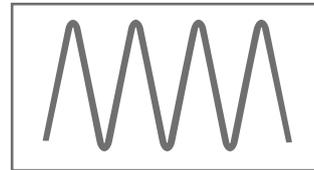

Fig. 5
- Riempire a zig-zag l'area interna del pannello ed assicurarsi che 1/3 della superficie sia coperta dall'adesivo (fig. 5).